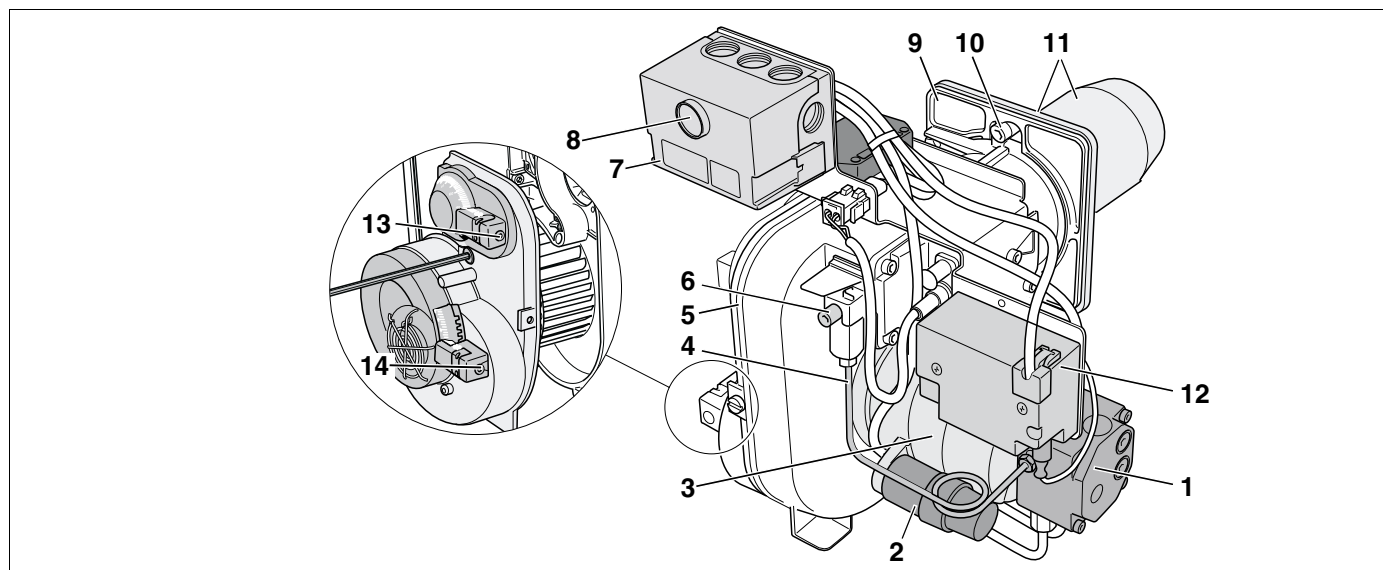

Рис. 1 Горелка Logatop LE 1.0 и 2.0 (с кожухом и без него)
- Топливный насос с электромагнитным клапаном (рис. 1, поз. 1)
- Конденсатор мотора (рис. 1, поз. 2)
- Мотор горелки (рис. 1, поз. 3)
- Нагнетательный топливопровод (рис. 1, поз. 4)
- Корпус вентилятора (рис. 1, поз. 5)
- Регулировочный винт распределительного диска (рис. 1, поз. 6)
- Автомат горения дизельного топлива (рис. 1, поз. 7)
- Кнопка подавления помех с лампочкой сигнализации о неисправности (рис. 1, поз. 8)
- Монтажная плита (рис. 1, поз. 9)
- Сервисный винт (рис. 1, поз. 10)
- Фланец и труба горелки (рис. 1, поз. 11)
- Блок зажигания с кабелем для розжига (рис. 1, поз. 12)
- Регулировочный винт настройки воздуха (рис. 1, поз. 13)
- Регулировочный винт входа воздуха (рис. 1, поз. 14)
Горелка (рис. 1) имеет штекерное соединение с системой управления (семиполюсный штекер).